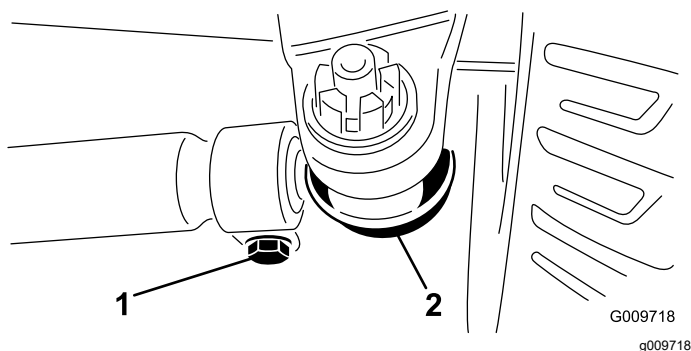

Figura 73
2. Para ajustar la convergencia, retire la chaveta y la tuerca de cualquiera de las rótulas de la biela (Figura 73).
4. Afloje las abrazaderas en ambos extremos de las bielas (Figura 73).
5. Gire la rótula retirada una (1) vuelta completa hacia dentro o hacia fuera.